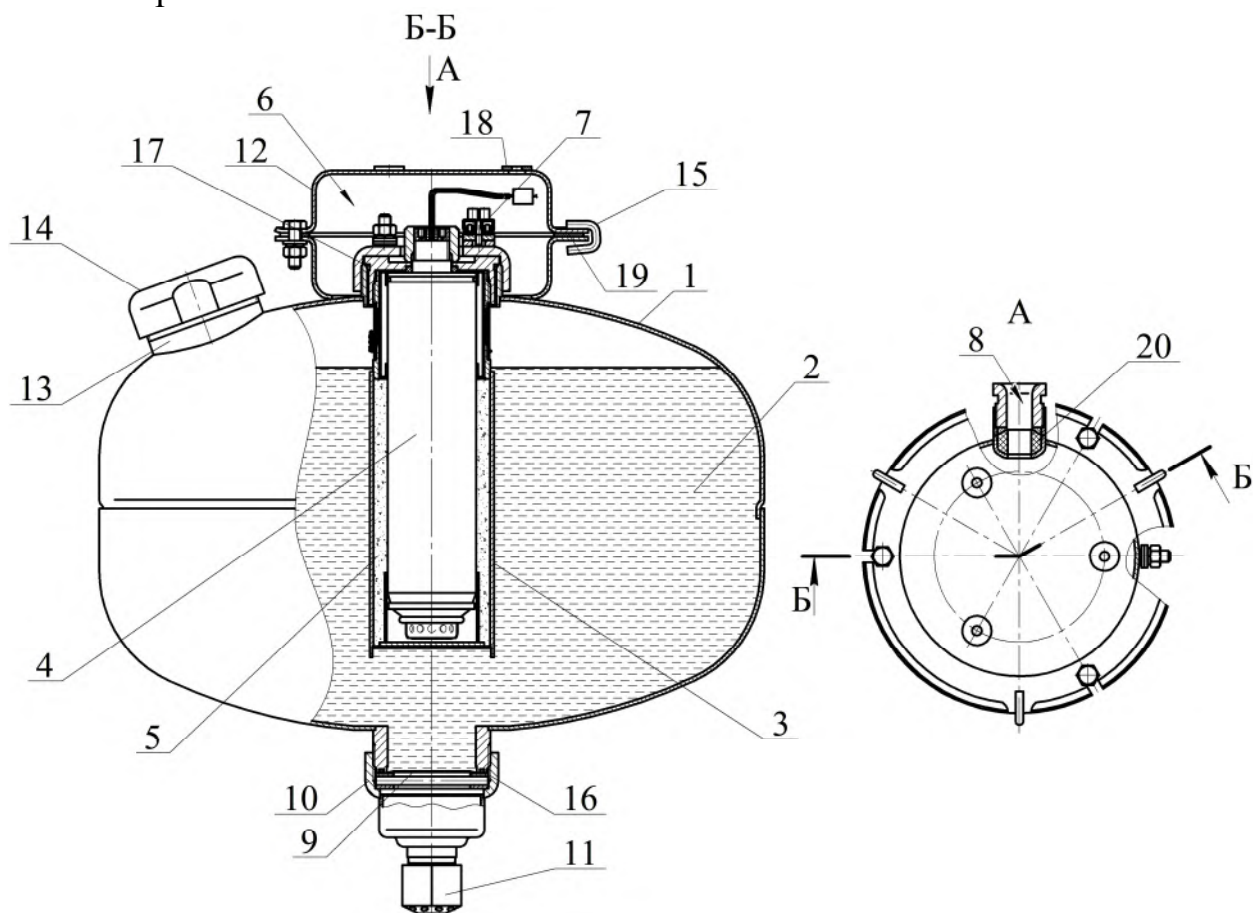

Рисунок 1
1.4.1.1 МУПТВ (см. рисунок 1) состоит из корпуса 1, заправленного жидким ОТВ 2, в котором размещено газогенерирующее устройство 3. В герметичный корпус газогенерирующего устройства со степенью защиты IP68 установлен ИХГ 4 с элементом электропусковым. Зазор между ИХГ корпусом газогенерирующего устройства заполнен пористым искрогасящим материалом 5. Соединительные провода элемента электропускового ИХГ выведены в коробку 6 через герметизированный узел в корпусе МУПТВ, обеспечивающий требуемую (не ниже IP67) степень защиты от внешних воздействий. Наружные концы проводов элемента электропускового (при монтаже по разделу 6 настоящего паспорта) присоединены к зажиму контактному винтовому 7, установленному в коробке 6 со степенью защиты IP65. Электрические зазоры и пути утечки между неизолированными токоведущими частями (контактных зажимов и проводников) составляют 1,6 мм. Монтажный кабель через кабельный ввод 8 входит в коробку 6 и подключается к зажиму контактному винтовому 7.
После подачи на выводы элемента электропускового электрического импульса ИХГ 4 (см. рисунок 1) генерирует газ, который, проходя через пористый искрога-сящий материал, создает давление внутри корпуса МУПТВ для вскрытия мемб-раны 9 и выпуска через насадок-распылитель 11 в зону горения тонкораспыленной струи ОТВ.
2.1.3 Закрепить кронштейн 12 (см. рисунок 1) на потолке. Координаты отверстий в кронштейне приведены на рисунке 5.
Залить в отверстие верхней горловины 13 (см. рисунок 1) воду (питьевую либо дистиллированную) (температура воды должна быть плюс $(15...25)^{\circ}\text{C}$) объемом $11,8^{+0,2}$ дм³. Открыть упаковки с жидкими добавками к воде и залить их в отверстие верхней горловины 13.
2.1.6.3 Полученный раствор ОТВ залить в отверстие верхней горловины **13** (см. рисунок 1). Для окончательного приготовления ОТВ открыть упаковки с жидкими добавками к воде и залить их в отверстие верхней горловины **13**.
2.1.8 На выпускную горловину гайки **10** (см. рисунок 1) накрутить до упора насадок-распылитель **11**.